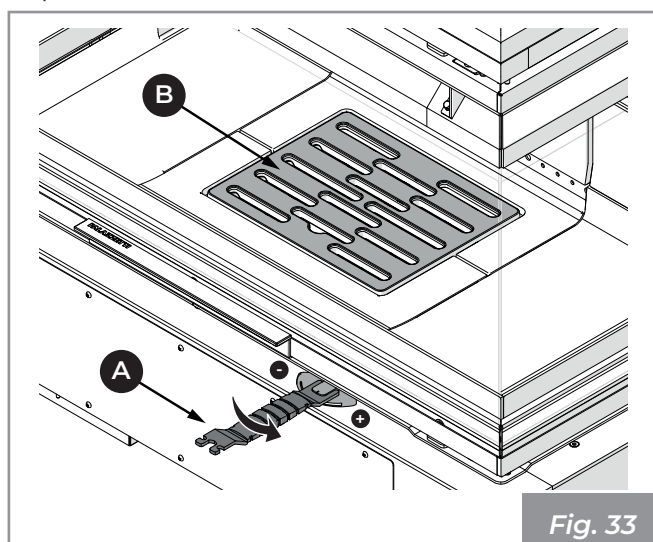

Fig. 33
- Utilizzando la maniglia fredda in dotazione (A) aprire al massimo (+) la regolazione dell'aria primaria (Fig. 33).
- Appoggiare con cautela i pezzi di legna nella camera di combustione avendo cura di non coprire totalmente le feritoie della griglia (B) (Fig. 33).
- Ridurre l'apertura della presa d'aria utilizzando l'apposita maniglia fredda (A) (Fig. 33) solo quando si è formata una buona base di brace.